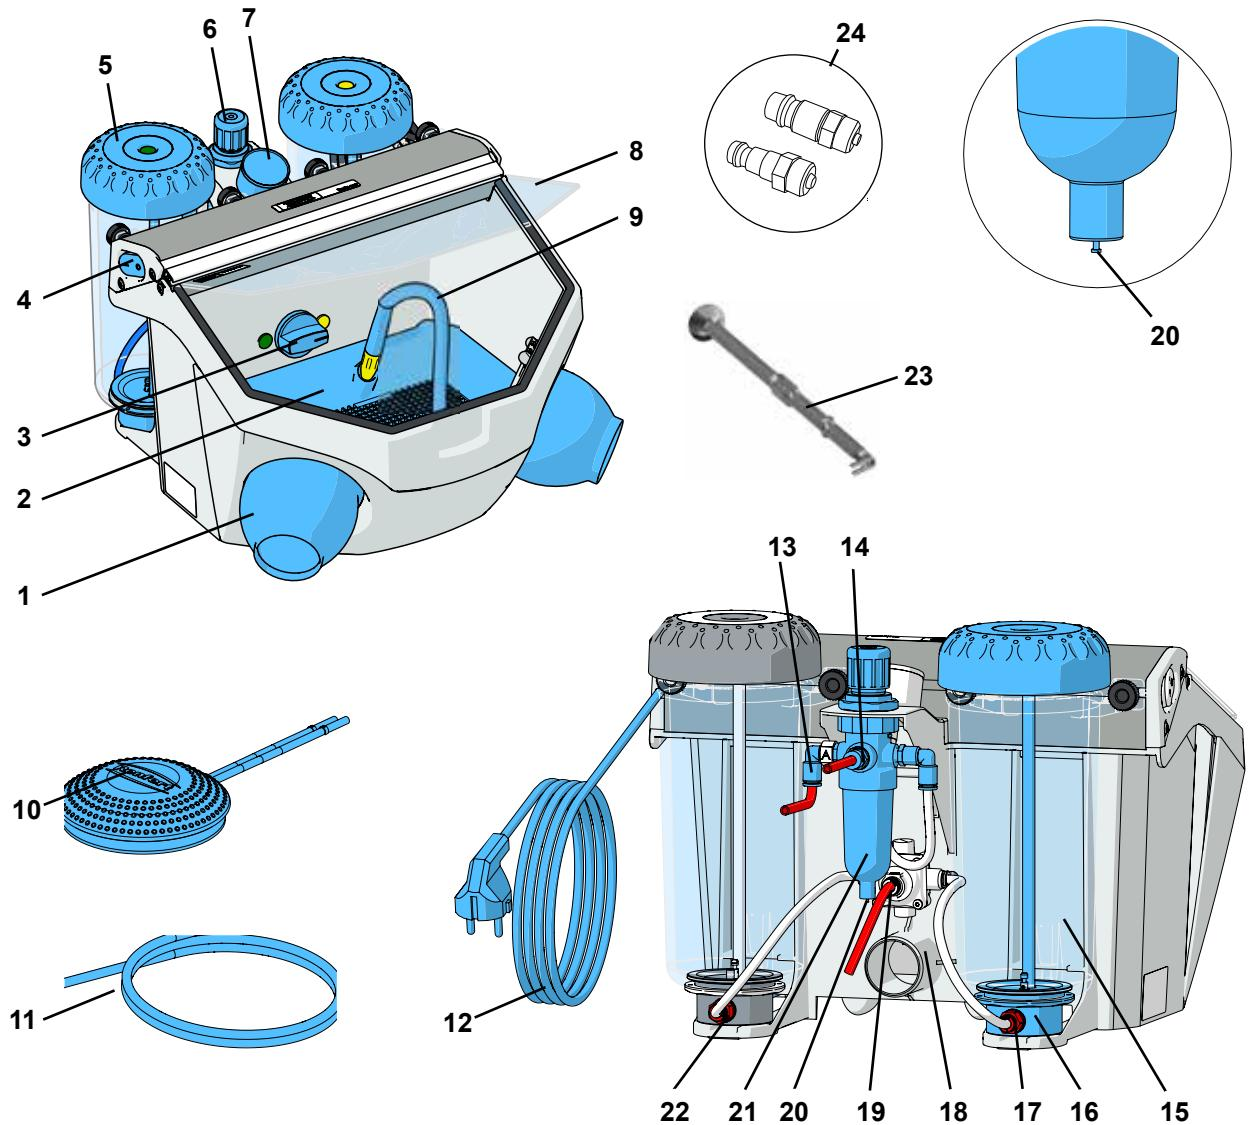
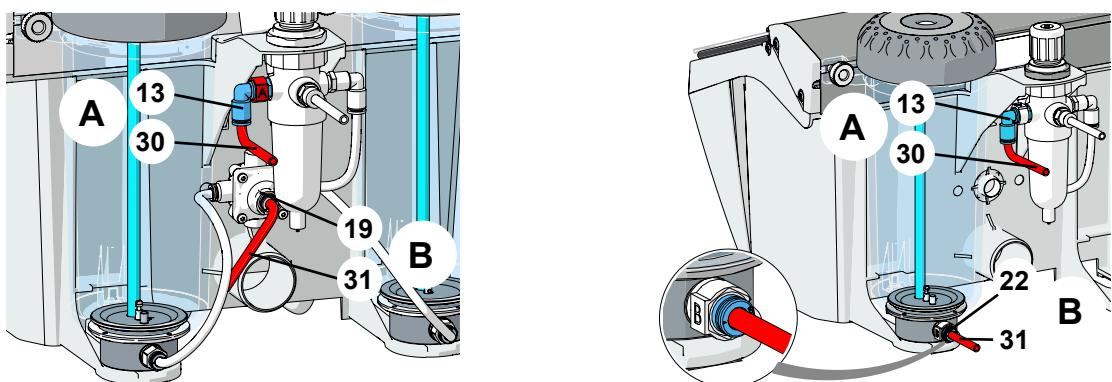

Fig. 1
Fig. 2 / 3
i Für Hinweise auf Bedienelemente siehe Fig. 1 und Fig. 2 auf Seite 2 dieses Dokuments.
For information on operating elements, see Fig. 1 and Fig. 2 on page 2 of this document.
- i** Pour les renseignements sur les éléments de commande, voir Fig. 1 et Fig. 2 à la page 2 de ce document.
i Per informazioni sugli elementi di comando, vedere Fig. 1 e Fig. 2 a pagina 2 del presente documento.
i Para mayor información sobre los elementos de mando, véase Fig. 1 y Fig. 2 de la página 2 de este documento.
Para informações sobre os elementos de comando ver Fig. 1 e Fig. 2 na página 2 desse documento.
Информация об элементах управления, см. рис. 1 и рис. 2 на странице 2 данного документа.